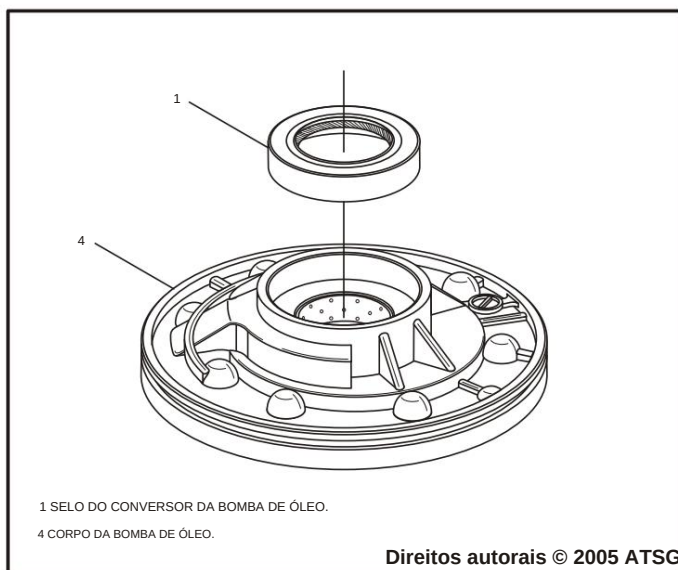

Figura 132
6. Vire a bomba de óleo e instale a nova vedação do conversor, conforme mostrado na Figura 132, usando o instalador de vedação adequado.